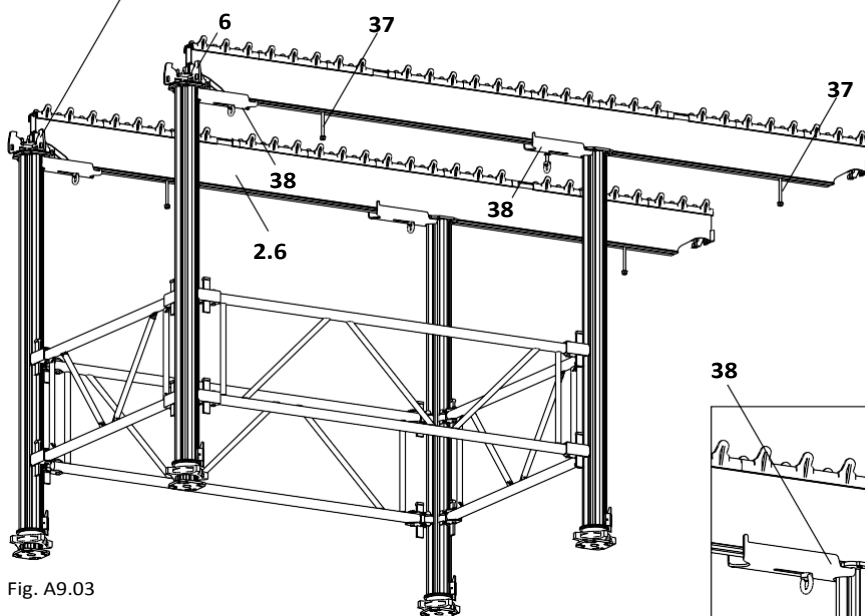

Fig. A9.03
- 2 x свързка за маса STV (38).
- За разположение и ориентация на болтовете и свързките: вижте Fig. A9.03.